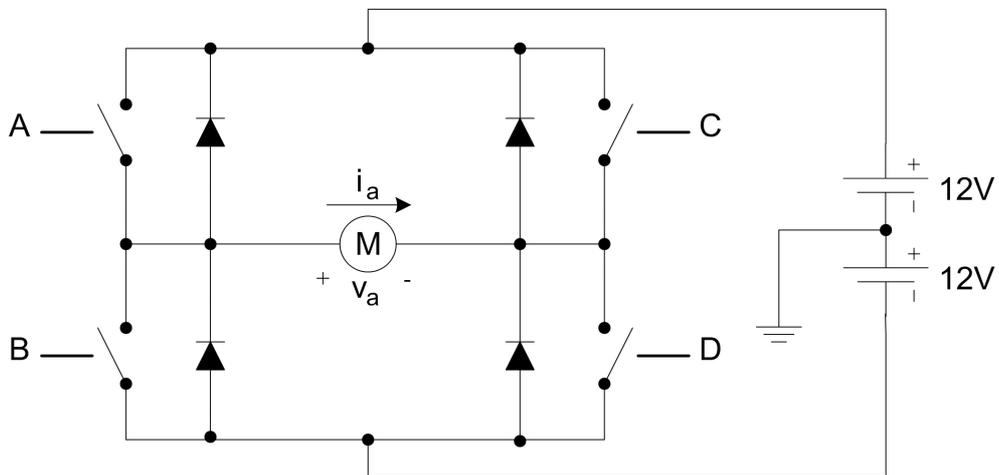

Figura 2: Circuito do quesito 3.
3. Para acionar o motor de corrente contínua M é usado uma ponte H com ativação independente das chaves, conforme mostrado na Figura 2. Nesta figura estão representados os sentidos convencionais da tensão e corrente de armadura v_a e i_a , respectivamente. Os diodos apresentam queda de tensão constante de 0,7V quando polarizados diretamente. Cada uma das chaves, considerada ideal, é fechada quando o respectivo sinal de controle possuir nível lógico 1. Caso contrário, a chave abre. Pedem-se: